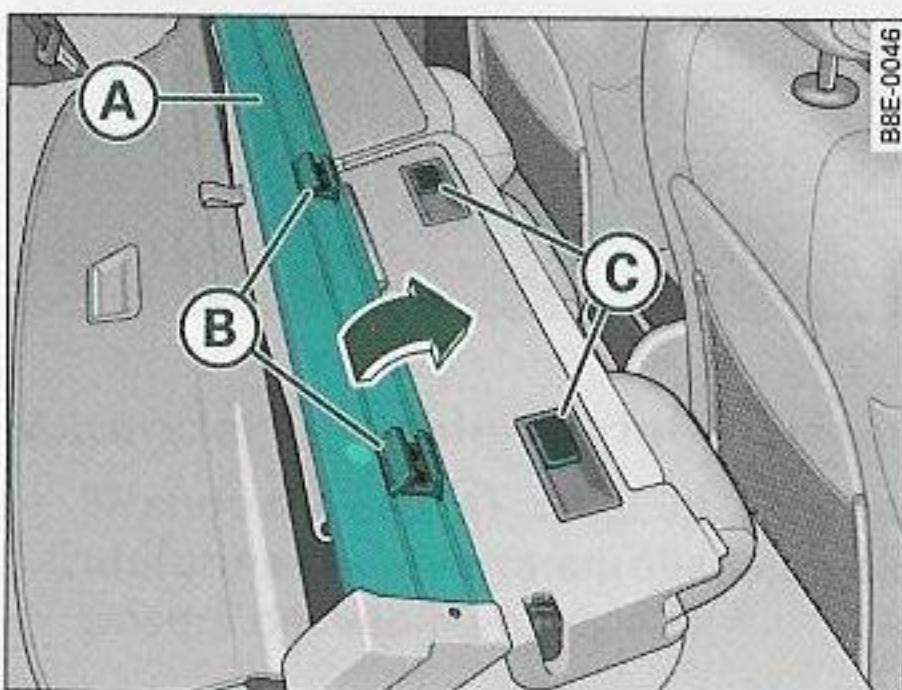

Fig. 101 Montar la cubierta del maletero / red de separación
- Coloque la red de separación (A) en el respaldo de modo que los soportes (B) se encuentren por delante de las guías (C). ⇒ fig. 101.